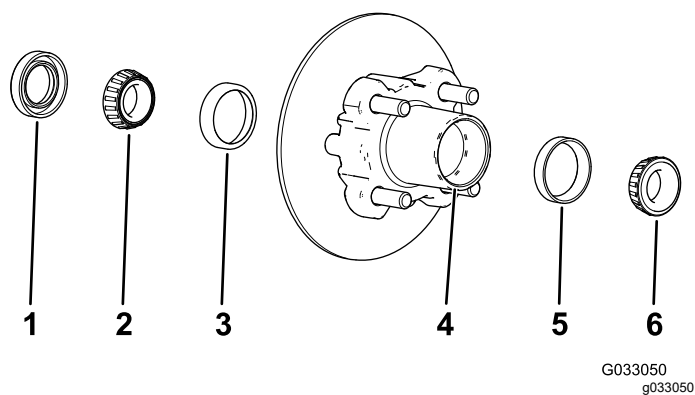

图 33
1. 从轮毂上拆下外置轴承和轴承座圈图 33。
2. 从轮毂上拆下密封件和内置轴承图 33。
5. 清除轮毂轴承腔内的所有润滑脂、污垢或碎屑图 33
7. 向轮毂轴承腔注入 5080% 的指定润滑脂图 33。
8. 将内置轴承装入轮毂内侧的座圈上并装上密封件图 33。